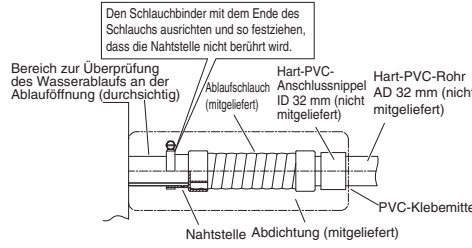

Abb. 3-24
- (1) Ein Standard-Hart-PVC-Rohr (Außendurchmesser: 32 mm) als Ablassleitung zusammen mit dem mitgelieferten Ablaufschlauch und Schlauchbinder verwenden, um Undichtigkeiten zu vermeiden. Das PVC-Rohr muss separat gekauft werden. Hierbei einen Spalt zwischen Ablauf-Anschlussstutzen und PVC-Rohr lassen, um eine Prüfung des Abflusses zu ermöglichen. Das Schauglas an der Ablauföffnung gestattet die Kontrolle des Abflusses. (Abb. 3-24)
- Das Ablassrohr einschieben, bis dieses auf dem Anschlussnippel aufsitzt, wie in Abb. 3-24 gezeigt; danach das Rohr mit der Schlauchschelle gut befestigen.
- Die Schlauchschellen beim Festziehen so positionieren, dass die Sicherungsmuttern nach oben weisen. (Abb. 3-24)